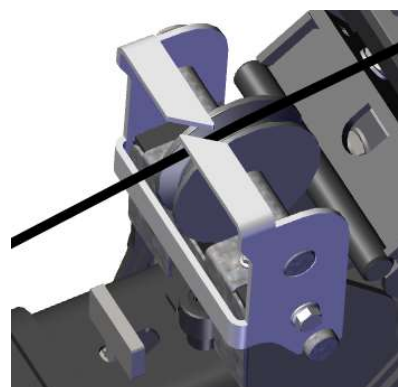

Figure 49
- Placez le câble de treuil sur le rouleau avant de la 4^{ème} partie du bras de grue. Pour ce faire, poussez le câble du treuil à travers la rainure oblique de la bande d'acier au-dessus de la poulie à câble. Posez le câble dans la rainure de la poulie à câble. (voir Figure 49)